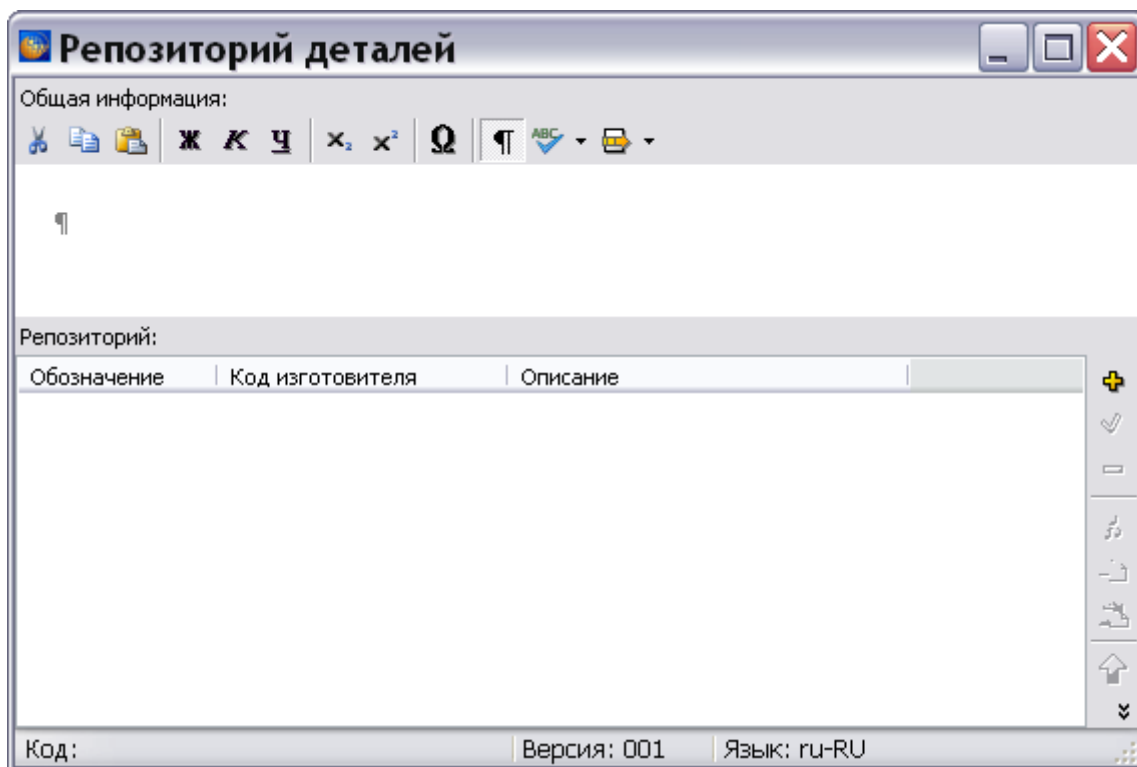

Рис. 15.3
- Выделите созданную версию модуля данных и нажмите на кнопку  Редактировать. При этом откроется окно редактора (Рис. 15.3).